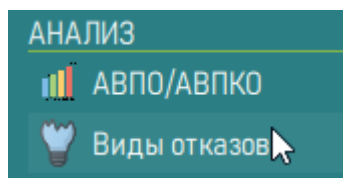

Рисунок 219 – Секция «Анализ» кнопка «Виды отказов»
3) На открывшейся панели в секции «Анализ» нажать кнопку «Виды отказов» (рисунок 219).